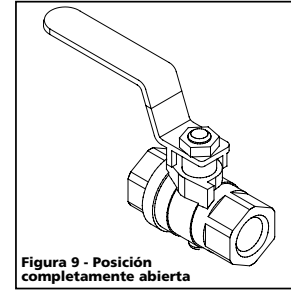

Figura 9 - Posición completamente abierta
- Mientras hala el mango en T (ver figura 8), abra por completo la válvula esférica de mango azul (ver figura 9). El aire comprimido llenará el tanque y el filtro.